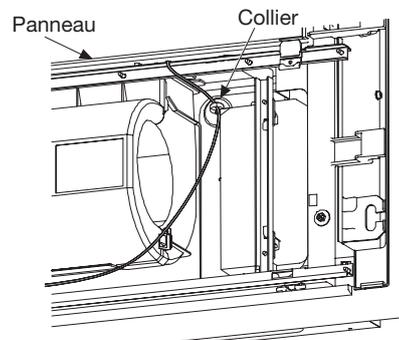

Fig. 3-13
5. Prenez le fil de sortie du panneau et fixez-le sur la partie supérieure de l'unité intérieure à l'aide d'un collier de serrage. (Fig. 3-13)